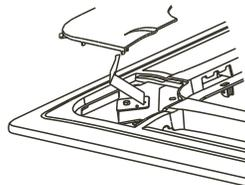

Fig.4-14
Remova os parafusos, solte o cabo das tampas de instalação e remova elas. (Consulte a Fig.4-14)
5) Ajuste com cuidado o painel no sentido da seta na Fig.4-14 d para coincidir o centro do painel com o centro da abertura no teto. Certifique-se de que os ganchos nos quatro cantos estejam bem fixados.